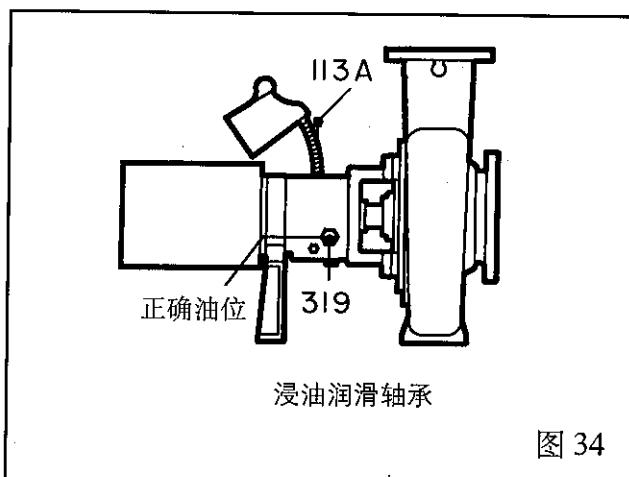

图 34
打开油塞 (113A)，加入润滑油，直至液位到达视镜中心位置 (319)，拧紧油塞。(图 34) (参见表 4)